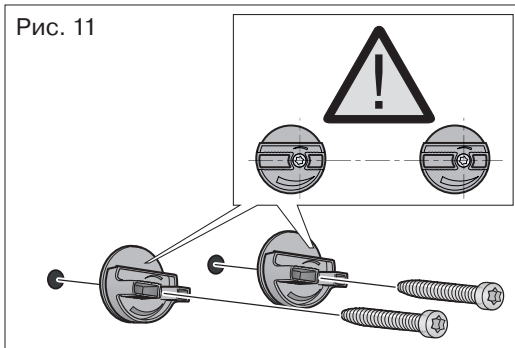

Рис. 11
6. Закрепите кронштейн крепления вытяжки на корпусе вытяжки (рис. 11).